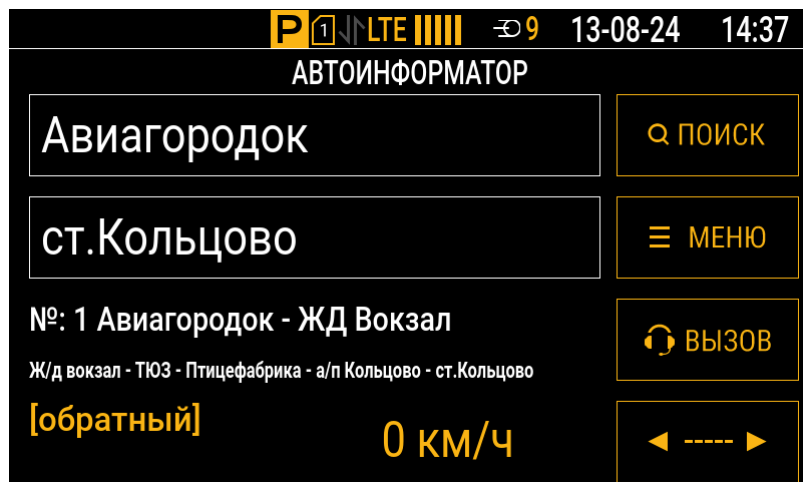

Рис.59. Меню режима «Автоинформатор»
Для включения режима «Автоинформатор» выберите в интерфейсе контроллера Меню | Маршрут (Рис.59). Контроллер начнет отслеживание ранее выбранного маршрута в меню режима «Автоинформатор»:
4. Укажите **имя и номер** маршрута. После добавления остановок в маршрут их количество будет задано автоматически. Данная информация будет отображаться на экране контроллера при загрузке маршрута в режиме «Автоинформатор» (**Рис.59**).